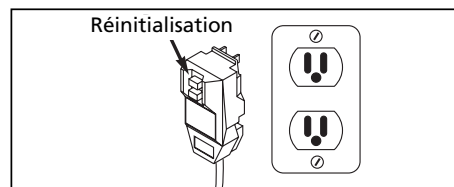

Figure 3 - Prise de terre/réinitialisation
1. Branchez le cordon dans une prise mise à la terre de 120 V et appuyez sur le bouton de réinitialisation tel qu'illustré à la Figure 3.